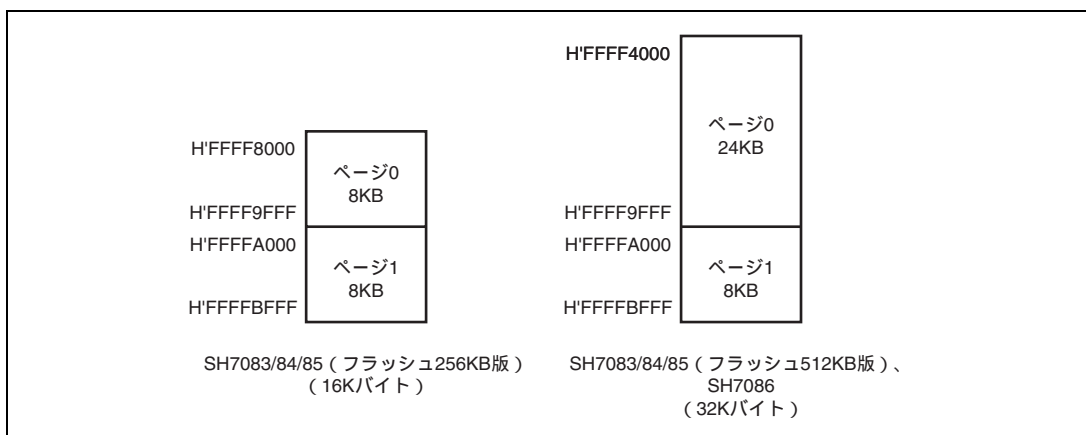

図 25.1 内蔵 RAM アドレス
本 LSI は高速スタティック RAM を内蔵しています。内蔵 RAM は、32 ビット幅のデータバス (L バス) を介して CPU、32 ビット幅のデータバス (I バス) を介してダイレクトメモリアクセスコントローラ (DMAC)、データトランスファコントローラ (DTC) に接続されており、8、16 または 32 ビット幅で、内蔵 RAM をアクセスすることができます。内蔵 RAM は、各製品により図 25.1 に示すアドレスに割り付けられており、アドレスによりページ 0、ページ 1 に分かれています。RAM は、CPU (L バス経由)、DMAC/DTC (I バス経由) からのアクセスが可能です。同時に同じページに対して異なるバスからアクセス要求があったときの優先順位は I バス (DMAC/DTC) > L バス (CPU) となります。このような競合は RAM アクセスの性能低下を招きますので、できるだけ競合が起こらないようにソフトウェアでの対策を推奨いたします。たとえば各バスごとに異なるページでアクセスすると競合は発生しません。L バス (CPU) からのアクセスは、ページ競合が発生しない限り 1 サイクルアクセスになります。I バス (DMAC/DTC) からのアクセスは、内部クロック (I) とバスクロック (B) の比や DMAC/DTC の動作状態などにより変化します。内蔵 RAM の内容は、スリープモード、ソフトウェアスタンバイモード、パワーオンリセット、マニュアルリセットでは保持されます。しかし、ディープソフトウェアスタンバイモードでは、内蔵 RAM の内容は保持されません。